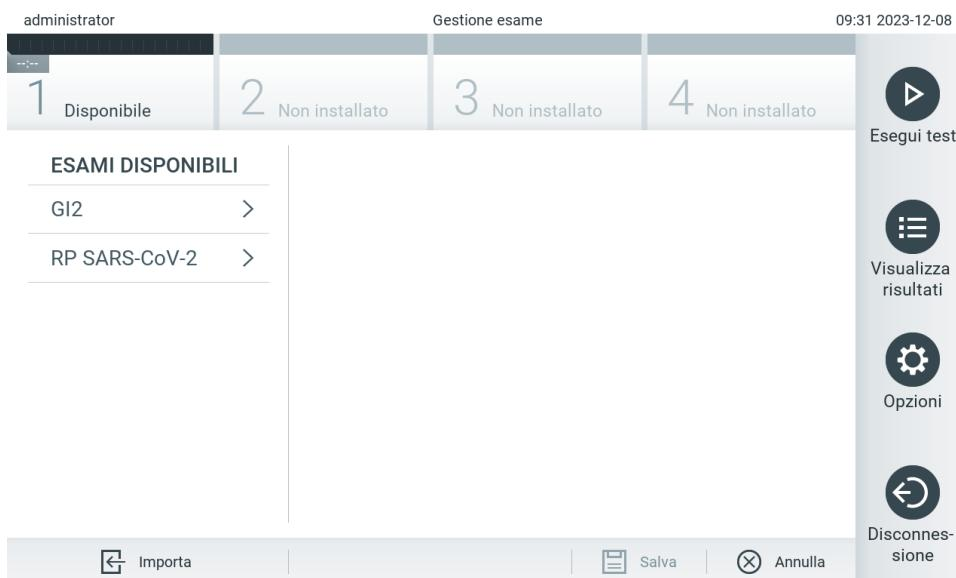

Figura 58. Schermata Assay Management (Gestione esame).
- Per importare i nuovi esami nel QIAstat-Dx Analyzer 2.0, premere il pulsante Options (Opzioni) e quindi il pulsante Assay Management (Gestione esame). Nell'area dei contenuti del display, viene visualizzata la schermata Assay Management (Gestione esame) (Figura 58).